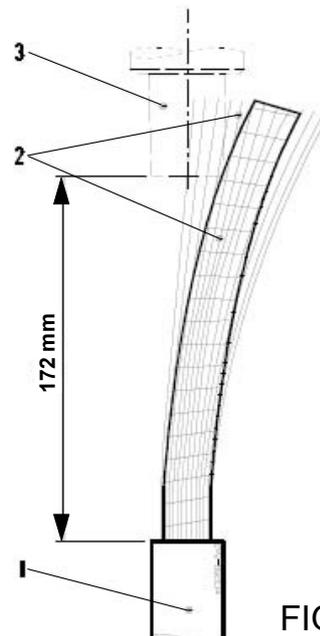

FIGURA 1
1- Preparar o cabo (1) posicionando-o perpendicularmente em frente à bucha de conexão (3), prevendo um excesso de malha de aterramento (2) (\*) antes de cortar a camada externa do cabo (1) na medida de **172 mm**, conforme mostra a FIGURA 1.